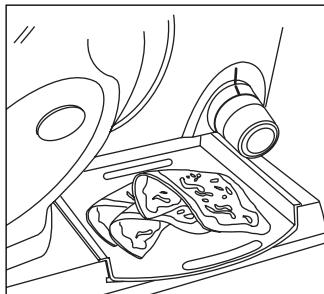

Figure 4
- Retirez le plateau à aliments de la balance en le faisant coulisser. Retournez-le à l'envers et posez-le sur la balance pour recueillir les tranches. Alignez correctement les cercles en relief de la balance avec les cercles en creux situés sous le plateau à aliments. L'extrémité arrondie du plateau à aliments doit dépasser vers l'extérieur de la balance. Voir Figure 4. Le poids des tranches d'aliments sera affiché sur le panneau de commandes. Vous pouvez utiliser d'autres types de récipients pour récupérer les aliments tranchés, toutefois, il est possible que la balance électronique ne fonctionne pas de manière satisfaisante.